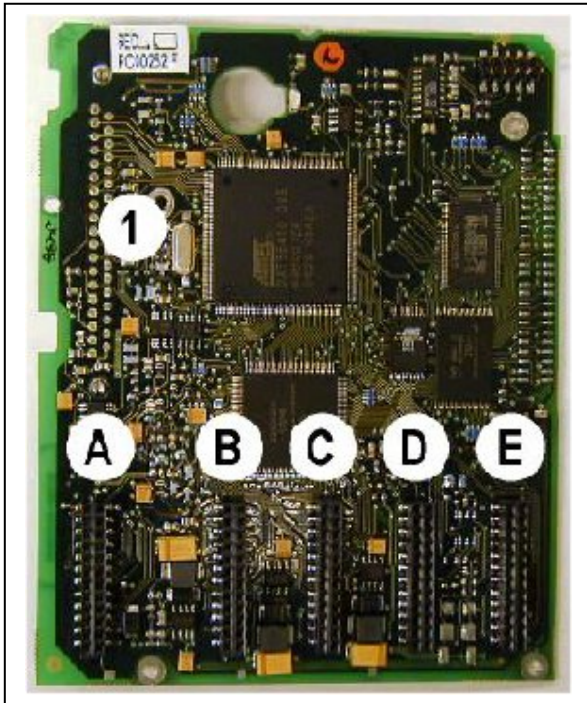

图 6-7, 控制板
变频器的控制单元由控制板和选件板组成（见图 6-7 和图 6-20），选件板连接到控制板上的五个插槽 (A 到 E) 中。控制板通过 D 形连接器 (1) 或光纤电缆与功率单元连接。